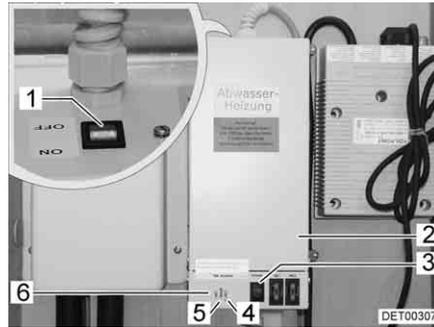

Bild 128 Trafo mit Regelgerät
Der Trafo 230 V AC/12 V DC (Bild 128,2) ist je nach Modell im Kleiderschrank oder in der Truhe der Sitzgruppe eingebaut.
- Kontroll-Leuchte (Bild 128,5) leuchtet grün: Regelung in Betrieb
- Kontroll-Leuchten (Bild 128,4 und 6) leuchten rot: Abwasserleitungen werden erwärmt
In das Gehäuse ist ein Prüftaster (Bild 128,3) integriert, mit dem das Regelgerät kurzzeitig in Betrieb genommen werden kann. Durch Drücken des Prüftasters lässt sich die Funktion der Erwärmung testen, auch wenn die Umgebungstemperatur über 5 °C liegt.
- Schalter (Bild 128,1) am Trafo (Bild 128,2) auf "ON" stellen.
- Schalter (Bild 128,1) am Trafo (Bild 128,2) auf "OFF" stellen.